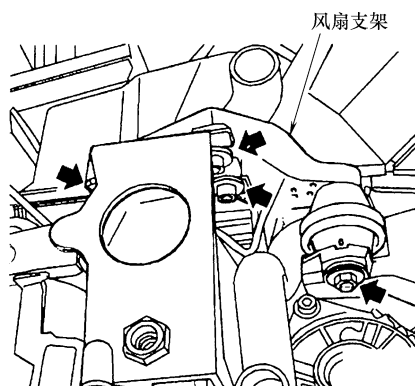

图 1-29 拆卸支架
11) 拆卸粘液驱动冷却风扇的支架, 如图 1-29 所示。